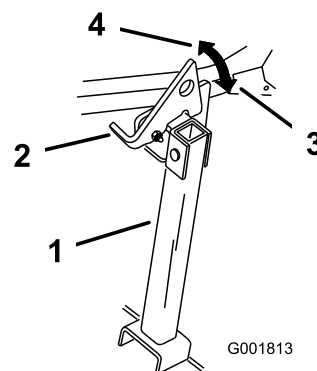

Figura 34
2. Levante el enganche a la posición desbloqueada (Figura 34).